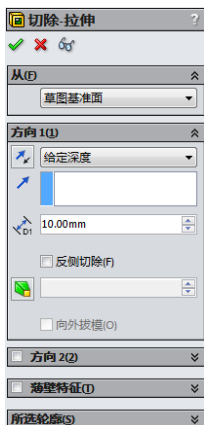

图 3-18 “切除-拉伸”属性管理器
如图 3-18 所示为“切除-拉伸”属性管理器，从图中可以看出，其参数设置与“拉伸”属性管理器中的参数基本相同。只是增加了“反侧切除”复选框，该选项是指移除轮廓外的所有实体。
1. 执行命令。在草图编辑状态下，在菜单栏中选择“插入”→“切除”→“拉伸”命令，或者单击“特征”工具栏中的“拉伸切除”图标按钮，此时系统出现“切除-拉伸”属性管理器，如图 3-18 所示。